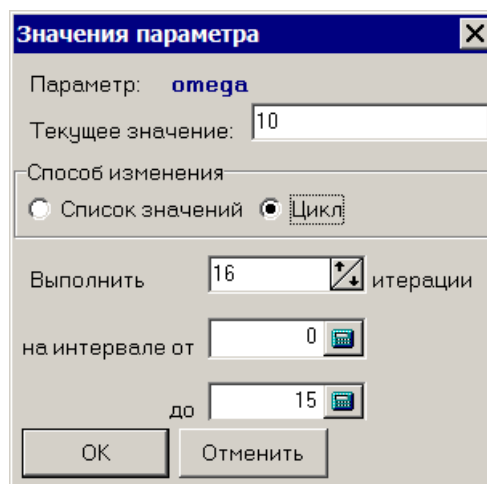

Рис. 2.10. Задание частот вынуждающей силы
5. В поле **Способ изменения** выберите **Цикл** и установите остальные параметры так, как показано на рис. 2.10. Нажмите кнопку **ОК**. Таким образом мы опишем изменение частоты вынуждающей силы от нуля до 15 с шагом 1 рад/с.